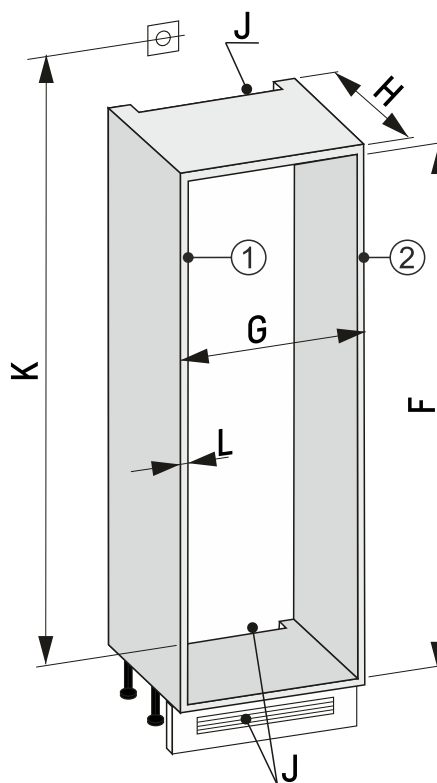

Fig. 88 30"-nisch
- Mät möbelsväggstjockleken Fig. 88 (L).